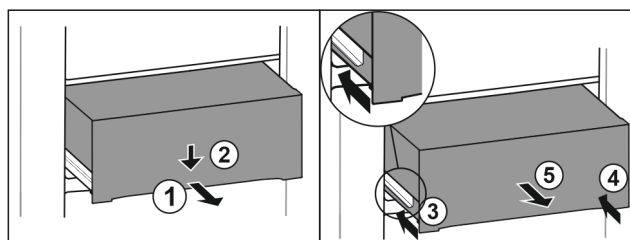

Fig. 135
- ▶ 将抽屉拉出一半。 Fig. 135 (1)
- ▶ 朝下按压正面的抽屉。 Fig. 135 (2)
- ▶ 将左侧轨道推入大约 2 cm。 Fig. 135 (3)
- ▶ 将右侧轨道推入大约 2 cm。 Fig. 135 (4)
- ▶ 朝前取出抽屉。 Fig. 135 (5)